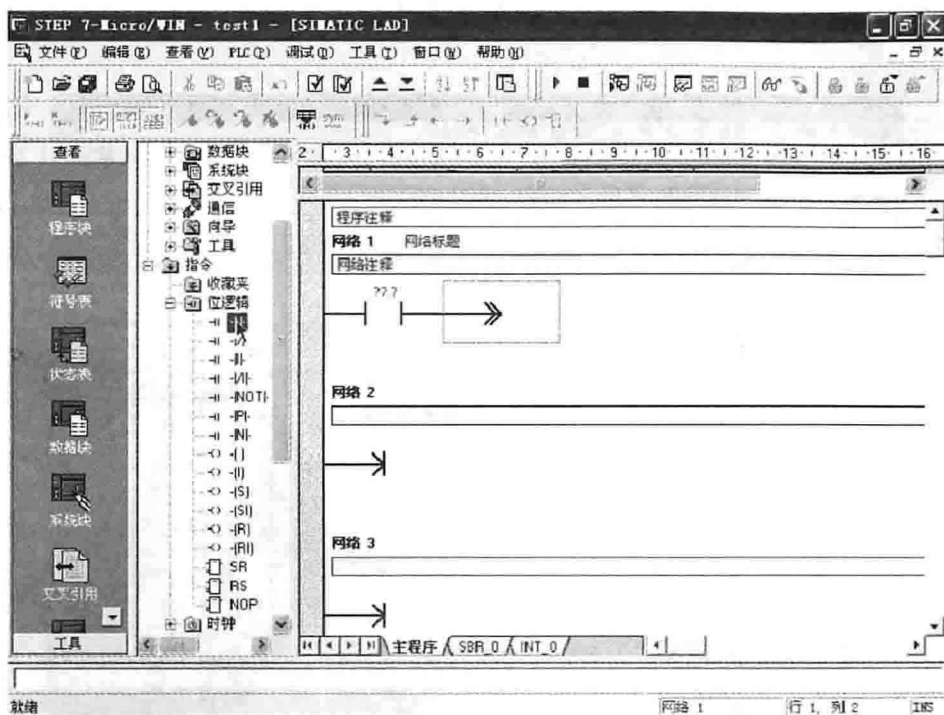

图 1-6 程序编辑
(3) 单击“程序块”图标，进入程序编辑状态。这里简单介绍一个程序编辑的例子，单击符号，如图 1-6 所示。